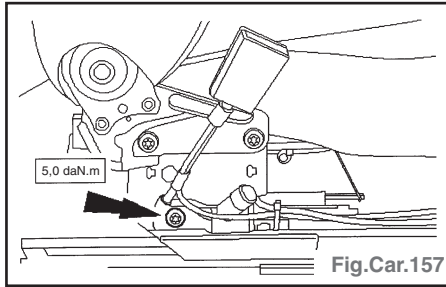

Fig.Car.157
- Déposer la boucle de ceinture de sécurité et le prétensionneur (Fig.Car.157).